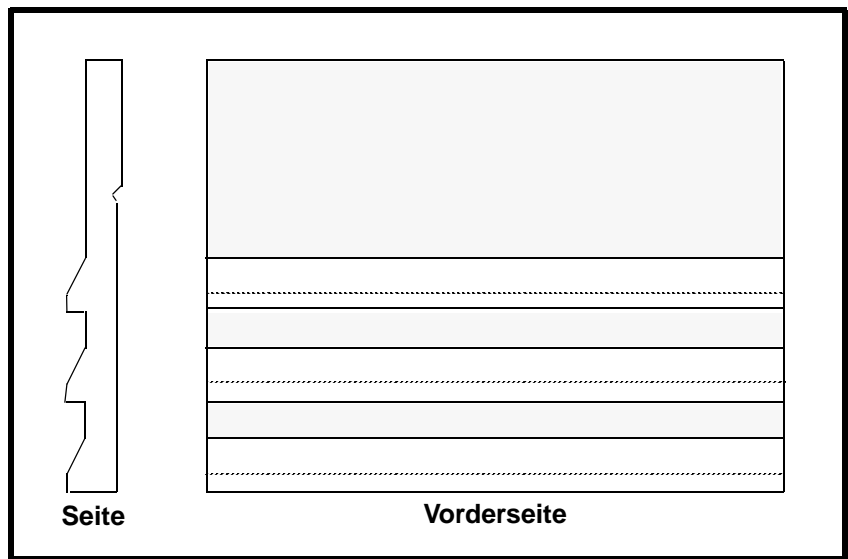

Abbildung 9. Gummisekundärdichtung
2. Die Dichtung so justieren, daß sie auf dem Förderbandgurt (C) aufliegt. Sollte die Sekundärdichtung (siehe Abb. 9 oder 10) über den Gurtrand hinausragen, diese mit einem Messer bündig zum Gurtrand abschneiden. Darauf achten, daß mindestens zwei Rippen der Sekundärdichtung vorhanden sind und daß diese auf dem Förderband anliegt.